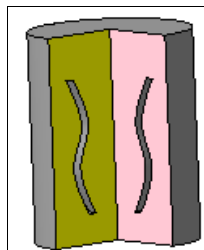

Рис. 44.3. Литейная форма для тонкостенной детали
- ◆ нажмите кнопку **Создать объект**. Система вырежет внутри цилиндра тонкую стенку, как на рис. 44.3. Далее снова для элемента **Вырезать элемент по сечениям:1** вызываем команду **Редактировать элемент**. На Панели свойств выполните следующее: